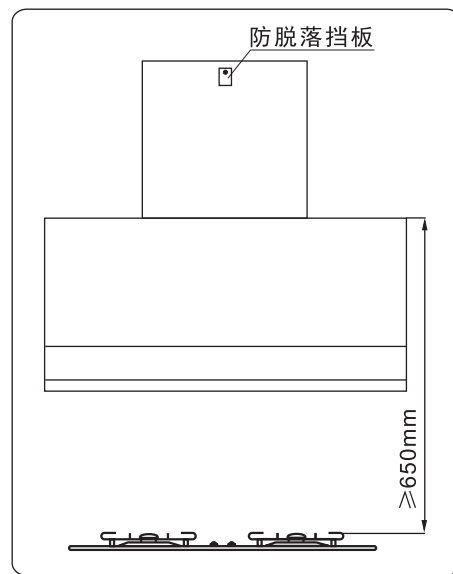

图2
- 1、参照图2尺寸（仅用于电灶安装用），根据您的装修要求，在坚实的墙壁上钻孔，埋设膨胀销，把挂钩安装在墙壁上。